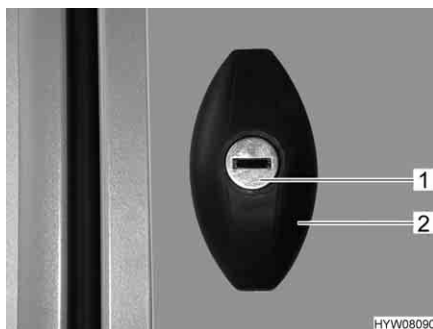

Fig. 41 Serratura dello sportello, ellittico, chiuso
- Inserire la chiave nel cilindro della serratura (Fig. 41,1) e ruotare in senso antiorario di un mezzo giro. La maniglia della serratura (Fig. 41,2) scatta all'infuori.